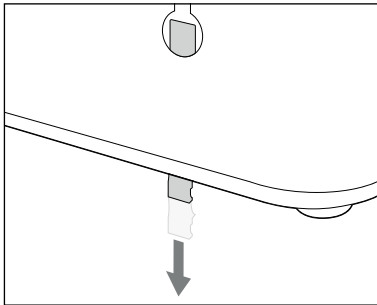

Fig. 1
- Sul lato posteriore dell'apparecchio, l'occhiello di sospensione di destra **7** presenta un perno di sicurezza **8** che ha la funzione di impedire che l'apparecchio si stacchi dalle viti **9**. Poi estrarre un poco il perno di sicurezza **8** dall'occhiello di sospensione **7** verso il basso (vedere fig. 1).